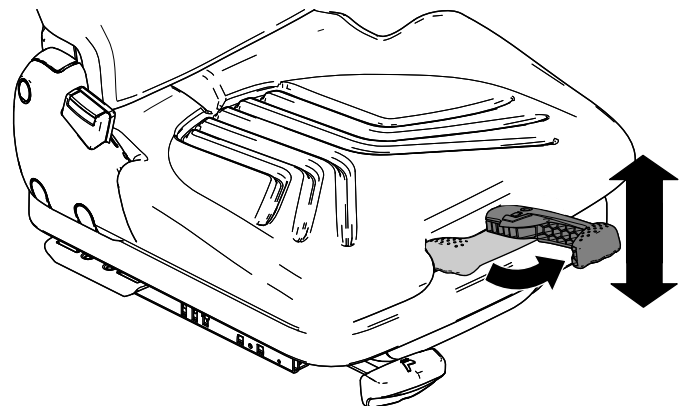

Figura 19
1. Tire hacia fuera de la palanca de suspensión del asiento (Figura 19).